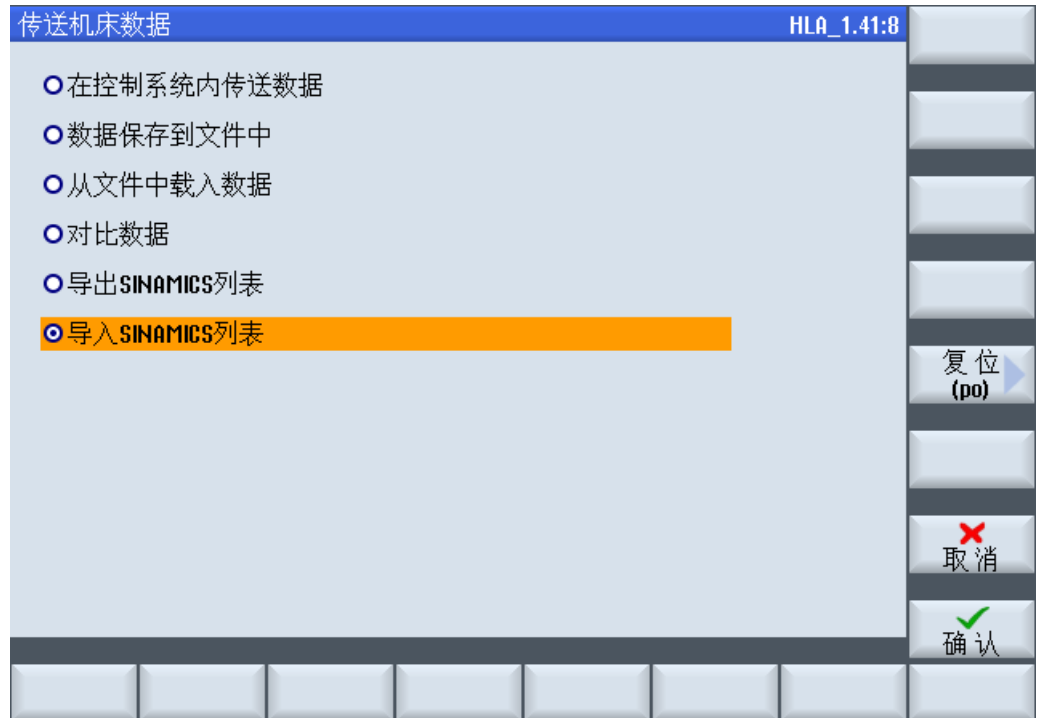

图 4-21 机床数据传输
3. 通过软键“数据管理”返回至对话框“机床数据传输”（参见图 4-21 机床数据传输（页 79））。